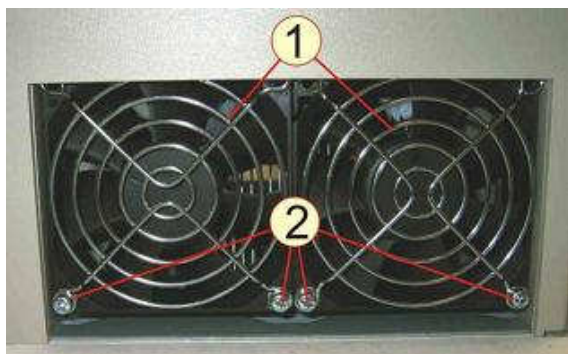

Рис.6.22
6.12.2. Выкрутить четыре винта 2, снять решетки 1 (рис.6.22). Положить решетки и винты в тару.